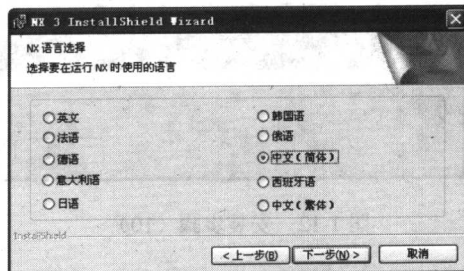

图 1-17 安装步骤 (15)
(22) 单击【下一步】按钮,选择软件使用语言,如图 1-17 所示。